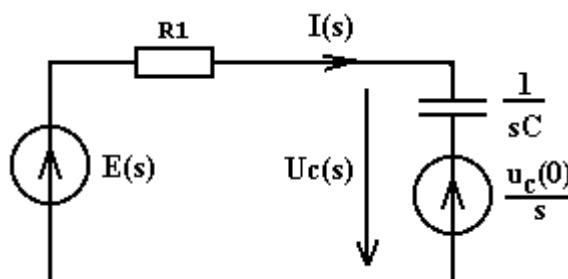

Рисунок 4.64
2. Составляем операторную схему замещения (рисунок 4.64) при условии что ключ "к" в электрической цепи (см. рисунок 4.18) разомкнут